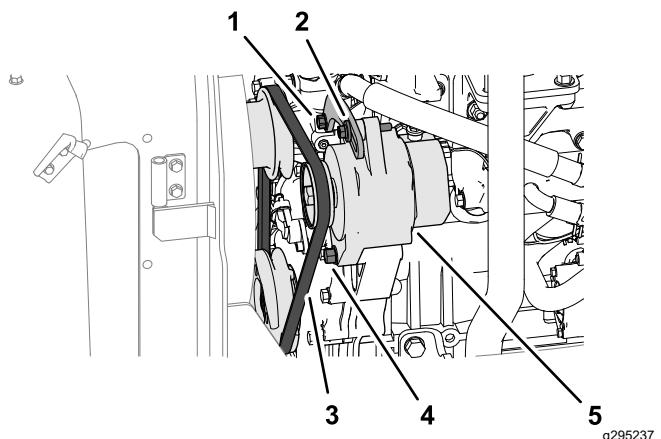

Figure 72
1. Exercez une force de 10 kgf sur la courroie d'alternateur (Figure 72) à mi-chemin entre les poulies.
- Si la courroie présente une flèche de moins de 10 mm, desserrez le boulon de pivot de l'alternateur et le boulon de tension (Figure 72), et réduisez la tension de la courroie.
- Si la courroie présente une flèche de plus de 10 mm, desserrez le boulon de pivot de l'alternateur et le boulon de tension (Figure 72), et augmentez la tension de la courroie.
- Remarque:** Au besoin, desserrez le boulon du support de tension (Figure 72).
3. Serrez les boulons (Figure 72).